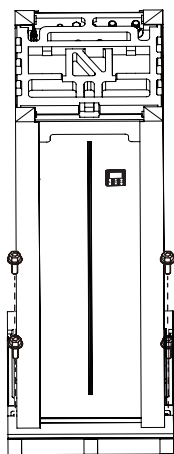

Рис. 2-3
- Отверните 4 винта деревянного поддона (см. рис. 2-3).